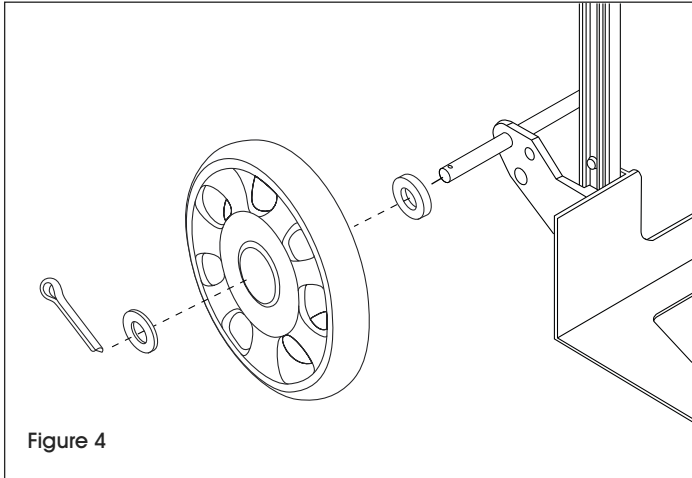

Figure 4
1. Enfilez une rondelle épaisse à chaque extrémité de l'essieu. Enfilez une roue à chaque extrémité de l'essieu. Enfilez une rondelle fine à chaque extrémité de l'essieu. (Voir Figure 4)
2. Insérez une goupille fendue dans le trou à chaque extrémité de l'essieu. Repliez les goupilles à l'aide de pinces afin de fixer les roues en place. Les roues doivent tourner librement. (Voir Figure 4)